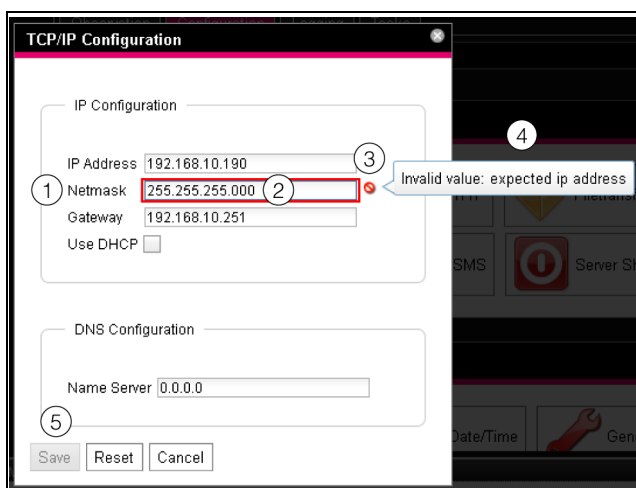

Imagen 31: Indicación de una entrada errónea
- Tras introducir una entrada errónea (imagen 31, pos. 2) en el campo **Netmask** (imagen 31, pos. 1) aparece un «símbolo de prohibición» rojo (imagen 31, pos. 3).
- Si coloca el puntero del ratón sobre el símbolo de prohibición, aparece la notificación con informaciones adicionales sobre el error (imagen 31, pos. 4).
- El botón **Save** se encuentra desactivado (imagen 31, pos. 5), haciendo imposible el almacenaje de los valores actuales introducidos.